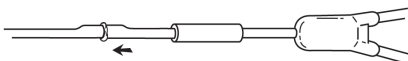

Fig. 7
7. Far scivolare le cannule metalliche dell'estremità del catetere sostitutivo completamente nel catetere. (Fig. 7)